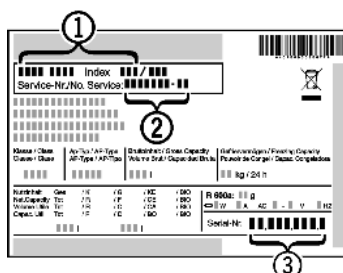

Fig. 46
- ▶ A készülék megnevezését Fig. 46 (1), a szerviz- Fig. 46 (2) és sorozatszámot Fig. 46 (3) a típustábláról olvassa le. A típustábla a készülék belsejében baloldalon található.